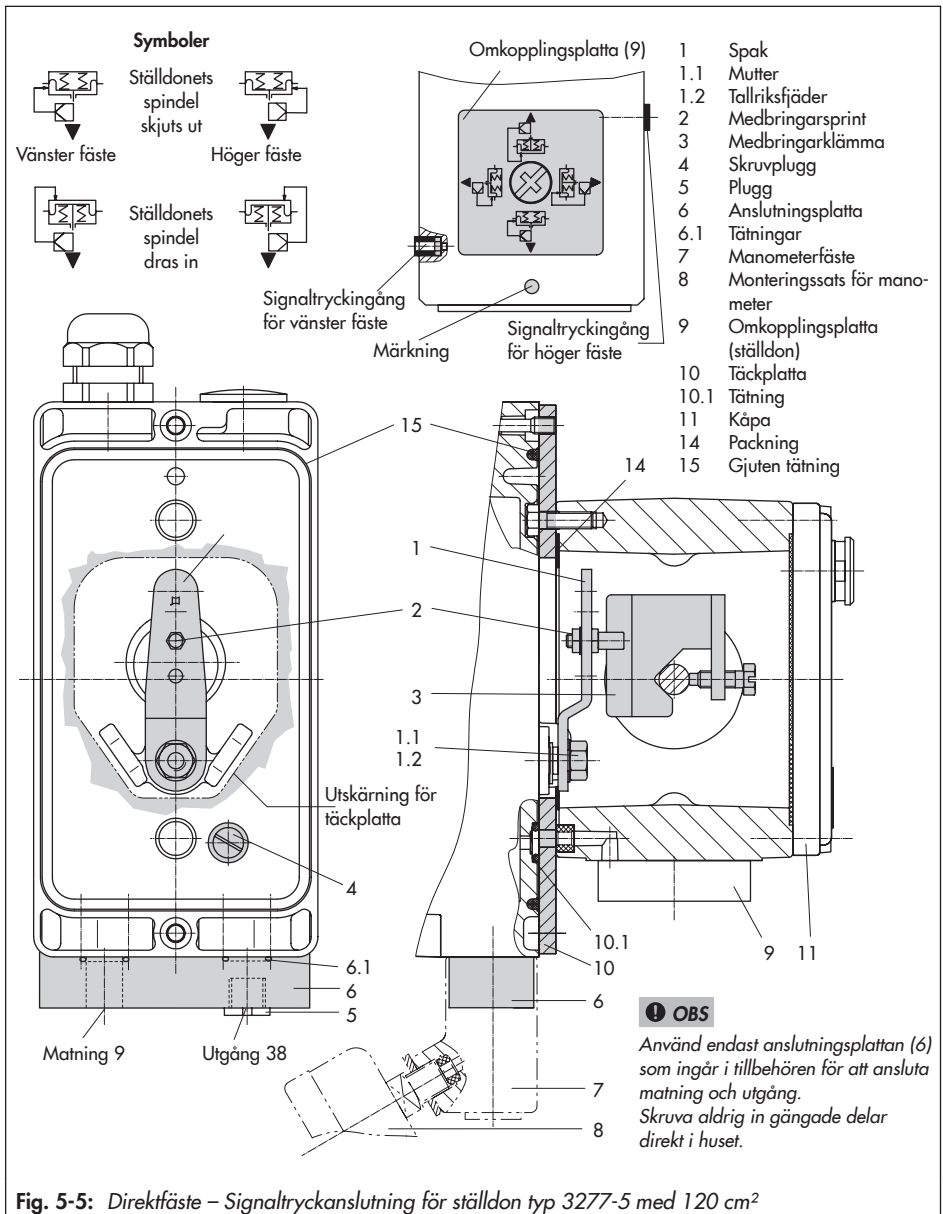

Fig. 5-5: Direktfäste – Signaltryckanslutning för ställdon typ 3277-5 med 120 cm²
Ställdon med 120 cm² (se Fig. 5-5)
1. Montera anslutningsplattan (6) eller manometerns fäste (7) med manometrar på lägesställaren. Se till att de två tätningarna (6.1) sitter fast ordentligt.
2. Ta bort skruvpluggen (4) på lägesställarens baksida och täta signaltryckutgången (38) på anslutningsplattan (6) eller på manometerfästet (7) med pluggen (5) som ingår i tillbehören.
3. Placera medbringarklämman (3) på ställdonets spindel, rikta in den och skruva åt så att monteringskruven är placerad i spåret på ställdonets spindel.
4. Montera täckplåten (10) med den smala sidan av urtaget (Fig. 5-5, till vänster) vänd mot signaltryckanslutningen. Se till att packningen (14) pekar mot ställdonets ok.
5. **15 mm rörelse:** håll medbringarsprinten (2) på M-spaken (1) i sprintläge 35 (levererat tillstånd) på lägesställarens baksida.